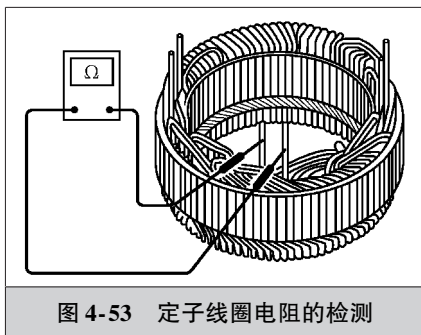

图 4-53 定子线圈电阻的检测
1) 如图 4-53 所示，使用万用表欧姆档检测定子线圈的电阻时，将万用表置于 $R \times 1$ 档，分别测量三相定子绕组每两端之间的电阻值，均应相等，否则表明绕组内部有断路或短路故障。